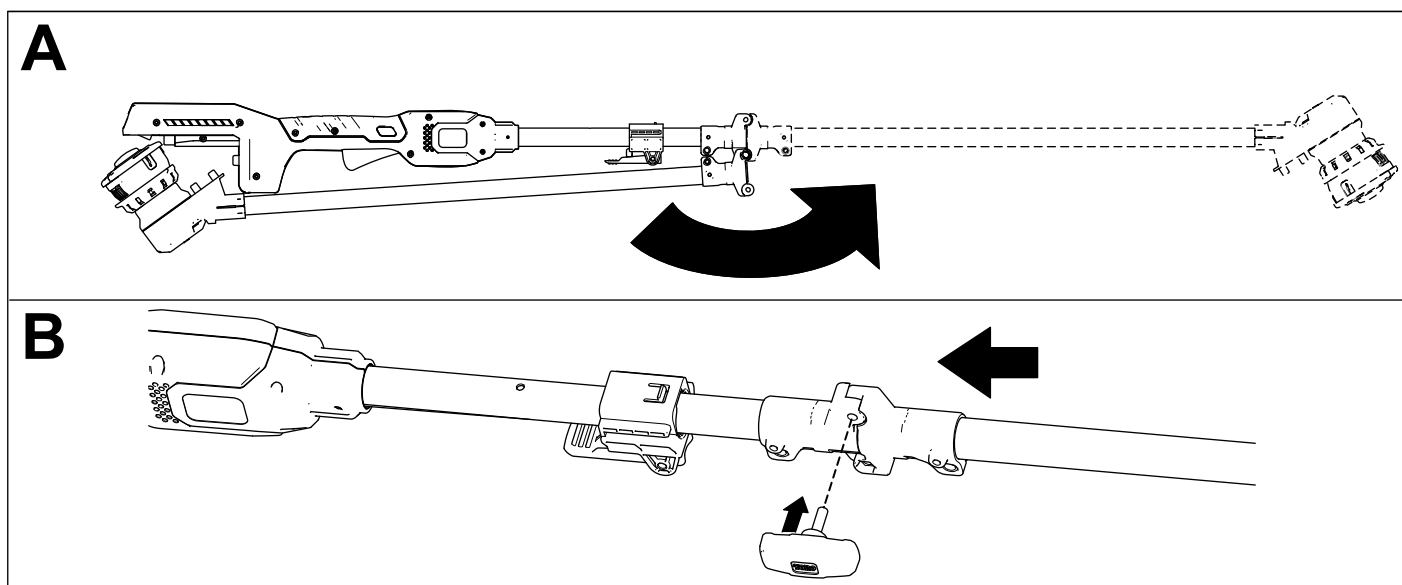

Figura 2
1. Despliegue el mango (Figura 2, A).
2. Instale el pomo del conector para fijar el mango (Figura 2, B).